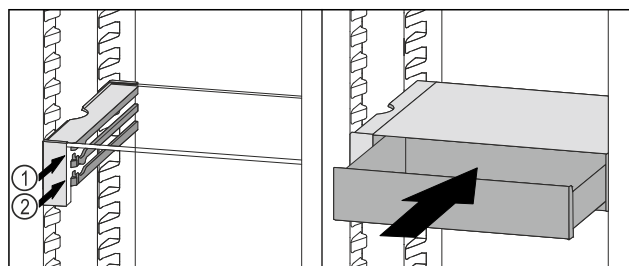

Fig. 96
- VarioSafe-lade achter de stoppers op de gewenste rib Fig. 96 (1) of Fig. 96 (2) plaatsen.